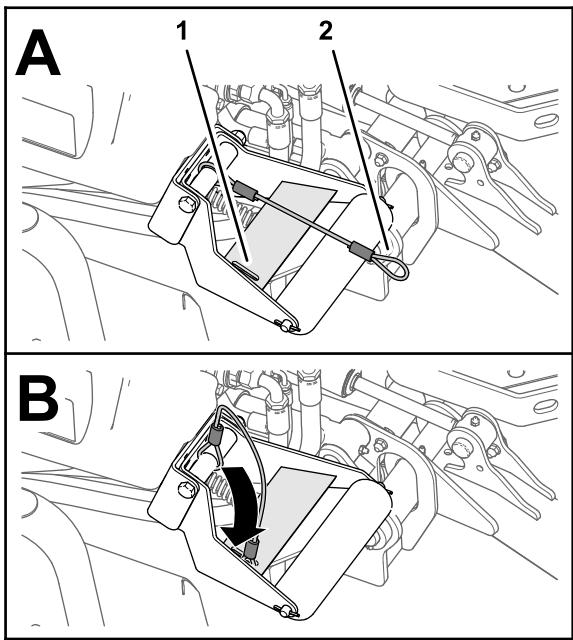

Bild 34
4. Schieben Sie die Schleife der Verbindungsleine bei abgesenkten Mähwerken in den Schlitz in der Verstärkungsplatte der Rollenstütze (Bild 34).